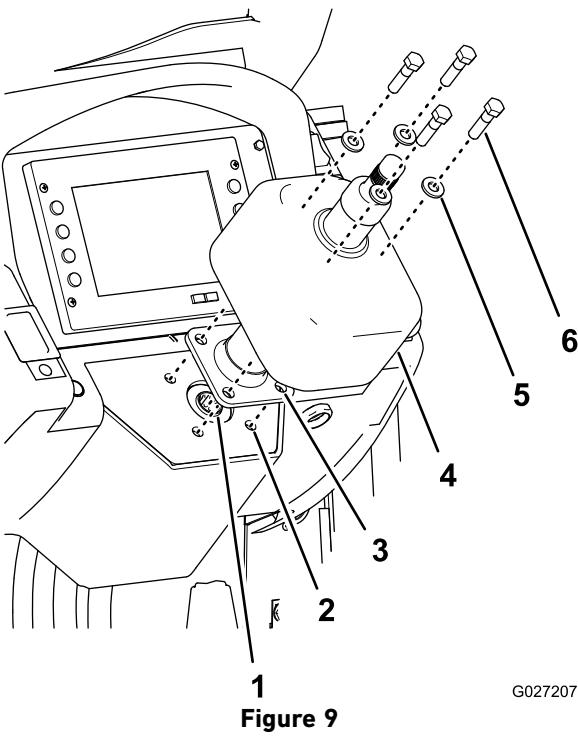

Figure 9
3. Alignez l'arbre cannelé court (à l'extrémité avec bride de la colonne de direction inclinable) et le creux cannelé de la valve de direction en tournant l'arbre du volant sur la colonne, et insérez l'arbre cannelé court (Figure 9).
4. Alignez les trous de la bride de montage de la colonne de direction inclinable, les trous du support de direction et les trous filetés de la valve de direction (Figure 9).
6. Assemblez la colonne, la plaque et la valve à l'aide des 4 boulons (3/8-16 x 1-1/4 po) fournis dans ce kit et des 4 rondelles (3/8 po) que vous avez retirées à l'opération 3 de 3 Dépose de la colonne de direction fixe \(page 1\), comme montré à la Figure 9.